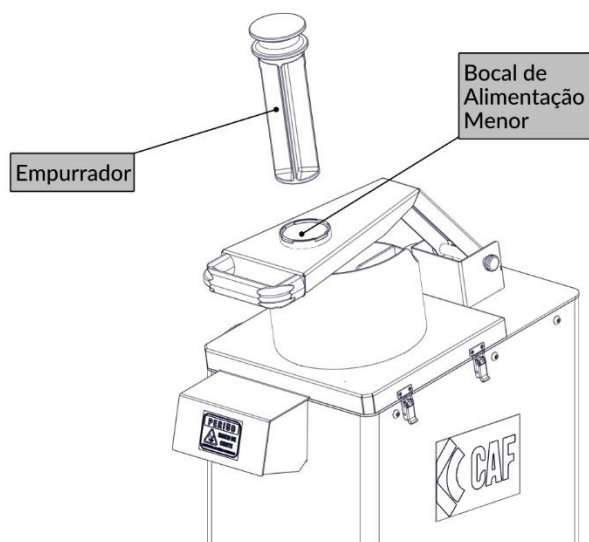

FIG. 10
4. Caso opte por fatiar ou desfiar produtos de formato cilíndrico, como cenouras, pepinos ou calabresa, utilize o bocal de abastecimento menor (FIG. 10). Para isso, gire o empurrador para qualquer lado para destravá-lo e puxe-o para cima, liberando o bocal. Abasteça o bocal menor com o produto a ser processado e use o empurrador para pressioná-lo contra o disco. Ao utilizar esta opção, a máquina permanecerá ligada continuamente até que o botão seja posicionado na função "desliga" (FIG. 1).